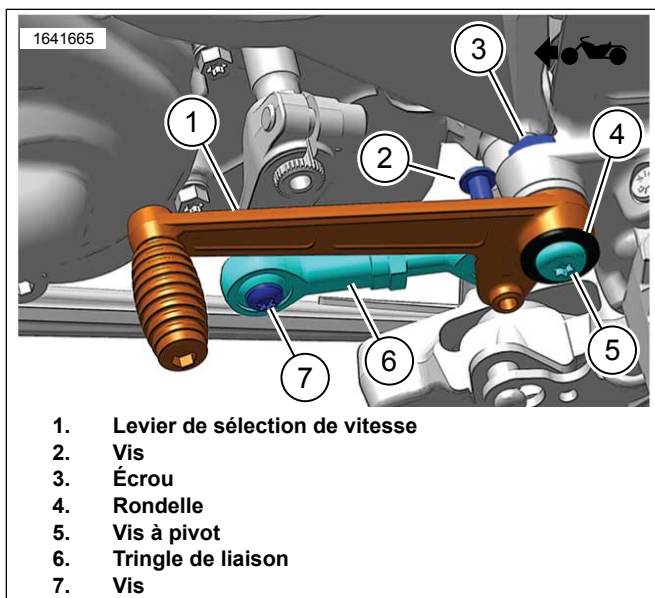

Figure 2. Dépose du levier du sélecteur de vitesse/tringle de liaison
2. Voir la figure 2. Retirer la vis de la tringle de liaison avant (7).
3. Voir la figure 2. Retirer la vis du pivot du levier de sélecteur de vitesse (5), la rondelle (4) et l'écrou (3).
4. Voir la figure 2. Retirer le levier du sélecteur de vitesse (1) et la tringle de liaison (6) du bossage du cadre.
5. Voir la figure 2. Retirer la vis (2) de la tringle de liaison (6) du levier de sélecteur de vitesse (1).